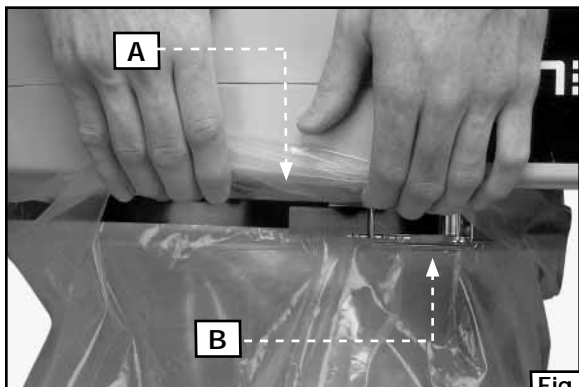

Fig. 11
2. Insérer la bride et le sac plastique (A) fig. 11, sur le module moteur-souffleur et fixer solidement la bride (B).